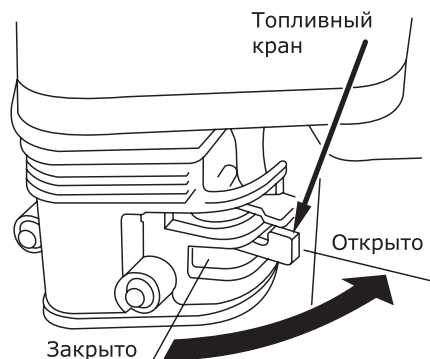

Рис. 10
- Поверните топливный кран в положение «Открыто» (рис. 10).